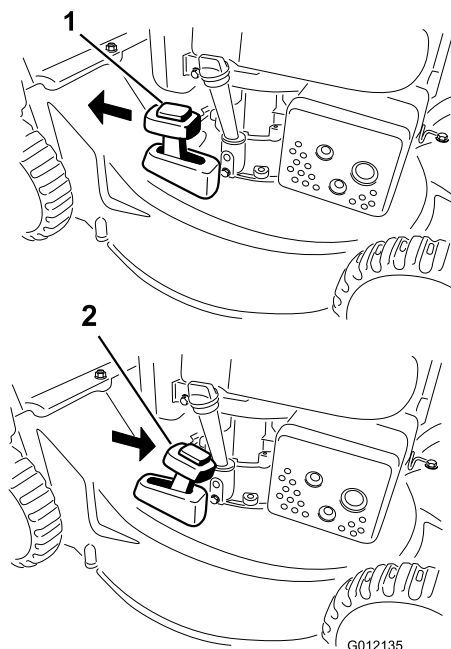

Figure 16
Pour recycler l'herbe coupée, placez le levier de ramassage sur demande en position **recyclage** (Figure 16).
2. Montez le bac à herbe ; voir Retrait du bac à herbe (page 12) et amenez le levier de ramassage sur demande en position de **ramassage** (modèle 20836 uniquement) comme montré à la Figure 16.
Remarque: Si le bac à herbe est monté sur la machine, enlevez-le avant de procéder à l'éjection arrière de l'herbe coupée ; voir Retrait du bac à herbe (page 12). Le levier de ramassage sur demande doit être en position **ramassage** (modèle 20836 uniquement) comme montré à la Figure 16.